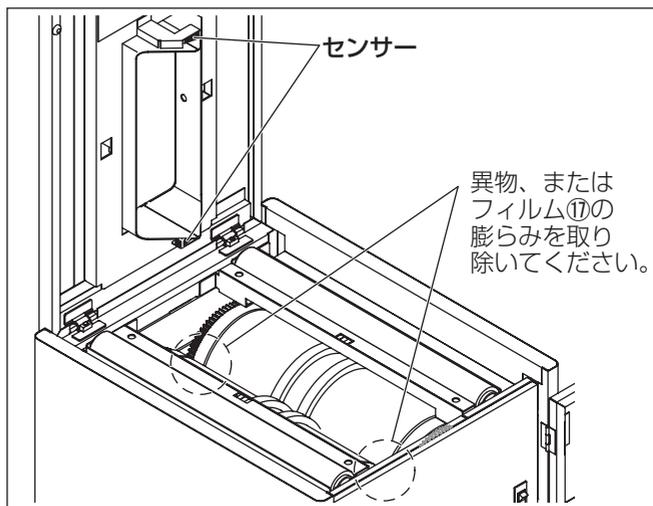

図10 ギア部センサー
- 3.ギア⑭付近の異物を取り除いてください。 図10 参照